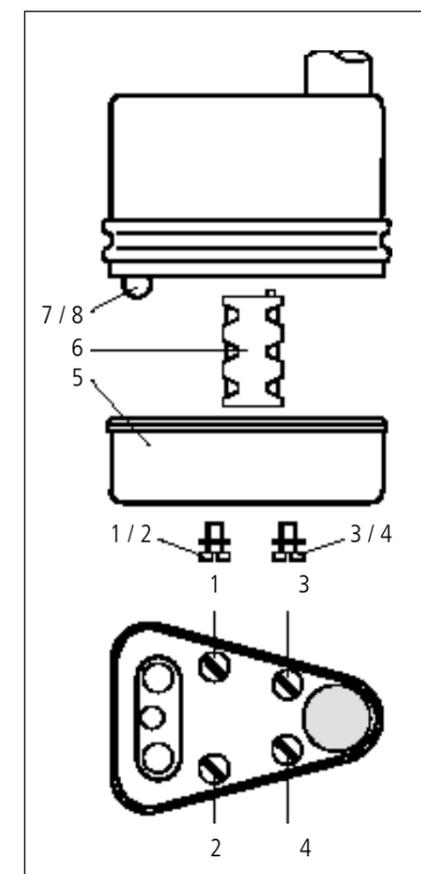

Bild 4: Batterie-/Lampenwechsel
3.1 Batteriewechsel (**Bild 4**).
3.2 Lampenwechsel (**Bild 4**)